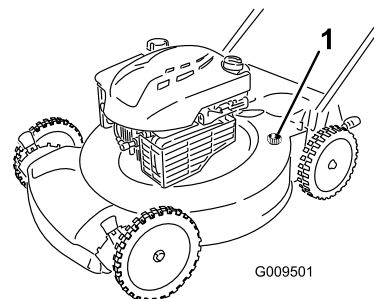

Bild 31
4. Befestigen Sie einen Gartenschlauch, der an einen Wasserhahn angeschlossen ist, am Wasseranschluss am Maschinengehäuse (Bild 31).